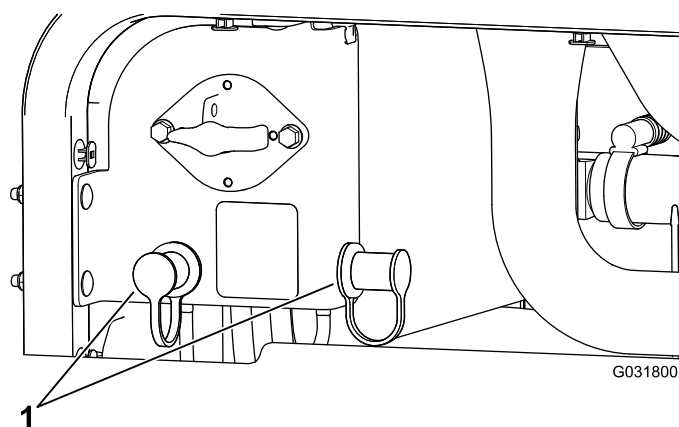

Figura 107
3. Retire as coberturas dos polos de arranque (Figura 107).
- Retire as coberturas dos polos de arranque (Figura 107).